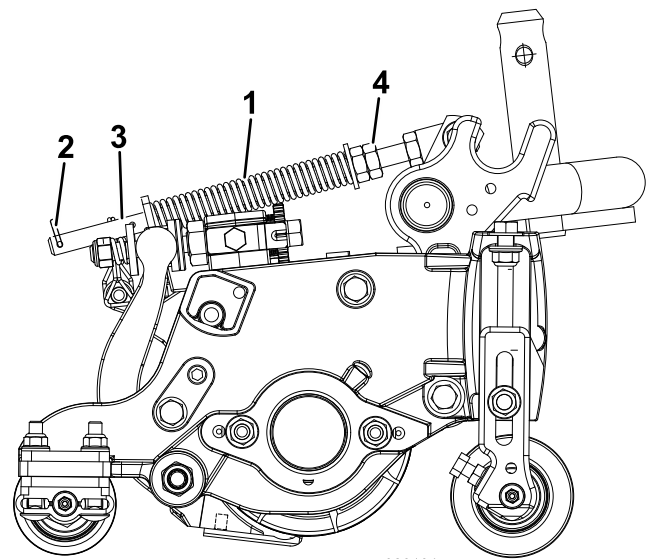

Bild 14
Die Rasenkompensierungsfeder (Bild 14) verlagert das Gewicht von der Front- zur Heckrolle. Dies reduziert ein Bobbing genanntes Wellenmuster auf der Rasenfläche.
1. Stellen Sie sicher, dass der Splint in das hintere Loch in der Federstange eingesetzt ist (Bild 14).